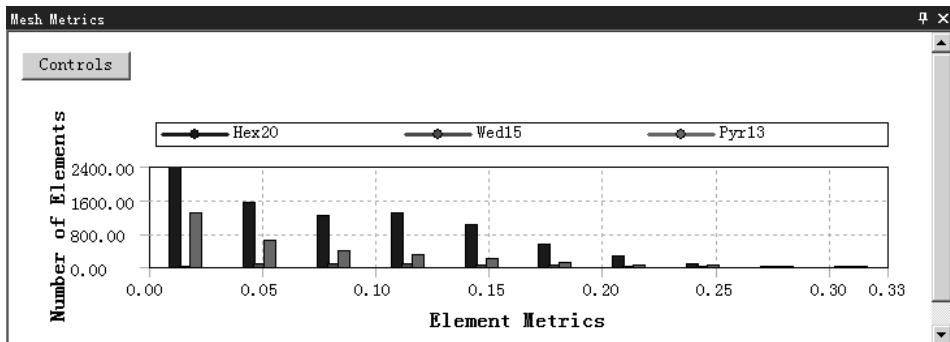

图 5.4.15 检查结果统计图表(四)
- ◆ 翘曲因子 (Warping Factor)。Warping Factor 用于评估或计算四边形壳单元、带有四边形面的块单元(楔形单元及金字塔单元)等，高扭曲系数表明单元控制方程不能较好地控制单元，需重新划分。选择此选项后，在信息栏中打开图 5.4.15 所示的检查结果统计图表（四）。